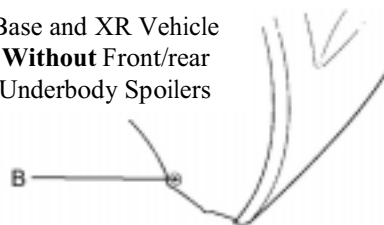

Fig. E-1
-  1. Identify existing mount hole B (Fig. E-1).